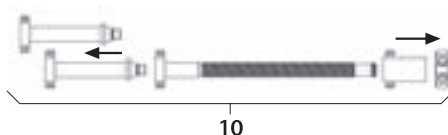

Fig. 6
- Smontare il distrattore cilindrico 10, vedere Fig. 6.